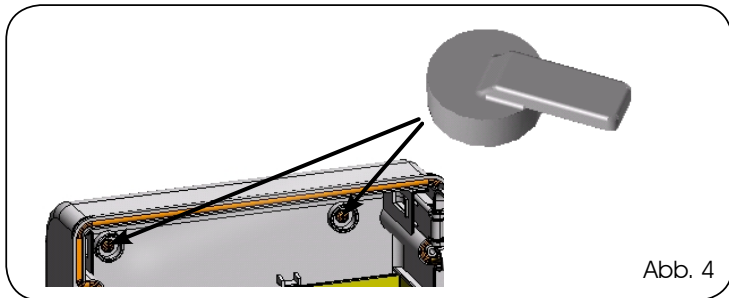

Abb. 4
Nach der Befestigung des Kastens an der gewählten Position die Befestigungsöffnungen (Bez. ①, Abb. 2) sowie die verwendeten Schrauben mit den mitgelieferten Abdeckungen abdecken (siehe Abb. 4).